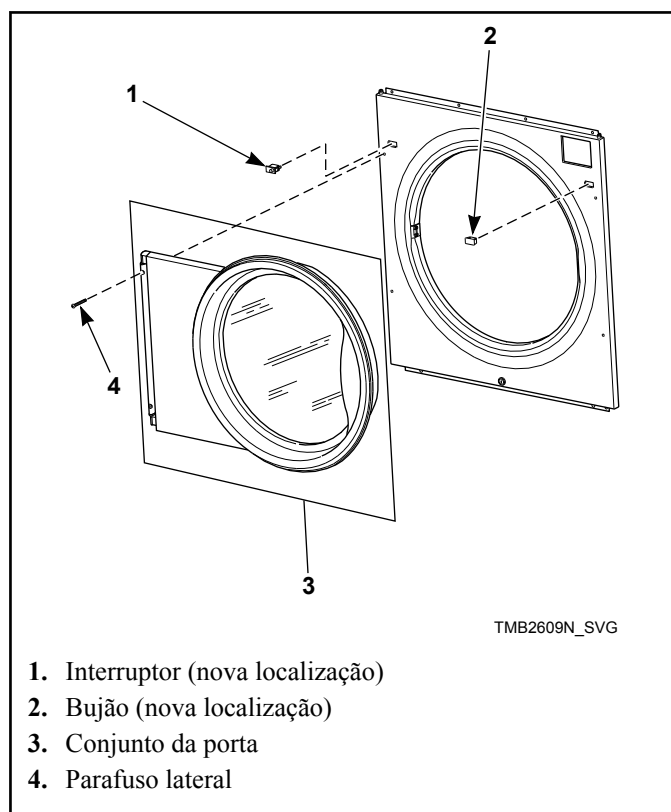

Figura 11
9. Coloque o painel frontal sobre a máquina e aperte com a mão os quatro parafusos do fundo. Conecte o chicote do interruptor da porta ao interruptor já na nova localização. Coloque o conjunto da porta e aperte com a mão os quatro parafusos laterais do painel frontal. Consulte a *Figura 11*.